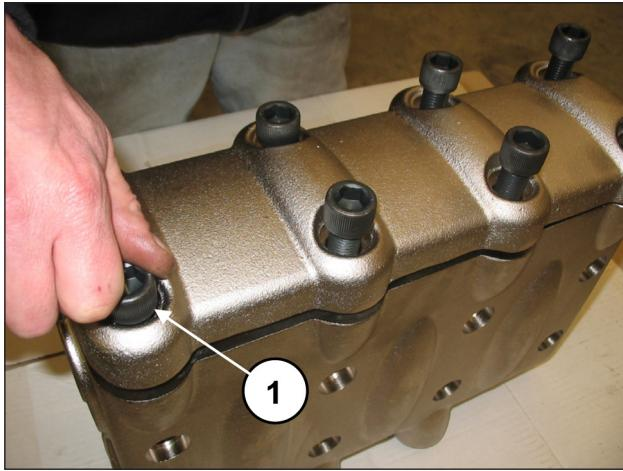
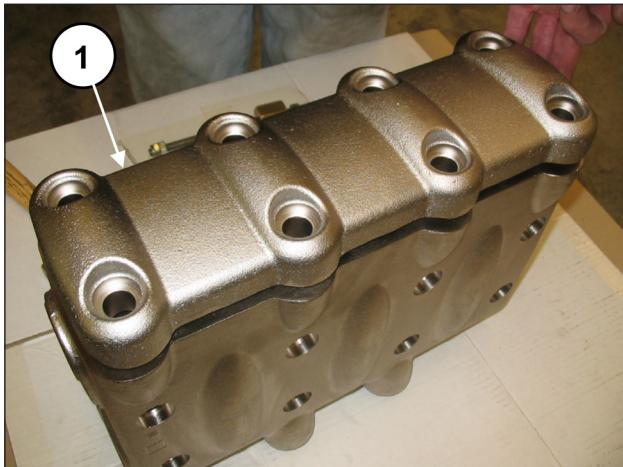

Fig. 106
Fig. 107
Estrarre le 8 viti M16x55 del coperchio valvole (pos. ①, Fig. 106) e rimuovere il coperchio (pos. ②, Fig. 107).